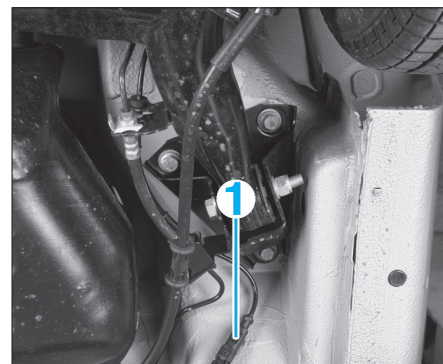

FIG. 18
- Débrancher le connecteur électrique (1) du capteur de vitesse de roue (Fig.18).